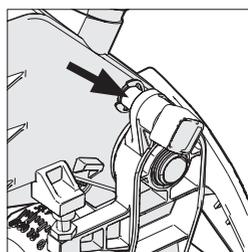

Fig. 16
- Certifique-se de que a cabeça da serra está bloqueada na sua posição inferior com o pino de engate completamente encaixado (ver Fig.16).
- Certifique-se de que a cabeça da serra está bloqueada na sua posição inferior com o pino de engate completamente encaixado. (Fig. 16).
- Retire o pino de engate (**Fig. 16**) e deixe que a cabeça da serra suba até à sua posição superior.